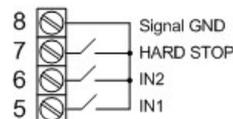

Fig. 3. Conexión de elementos de control externos.
2. Conecte los elementos de control externos de acuerdo con los esquemas del diagrama de conexión en la Fig. 3: